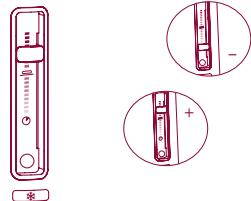

Abb. 4
- 2 Stellen Sie den Röstgradwahlschalter auf den gewünschten Röstgrad ein. Wenn Sie den Röstgradwahlschalter nach unten stellen, erhalten Sie eine kürzere Röstzeit. Nach oben wird die Röstzeit verlängert (Abb. 4).